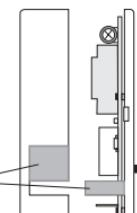

Fig. 5.i
Asportare dalla base le parti predisposte per il passaggio dei fili di collegamento indicate in fig. 5.i.
- Fissare la base alla parete (o scatola incasso), con 2 viti utilizzando le coppie di fori (**A-A**, **B-B**, **C-C**) predisposte (fig. 5.i).